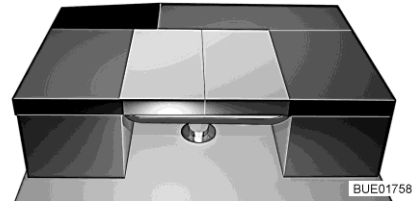

Fig. 162 Después de la transformación
- Colocar el cojín del respaldo del banco lateral en la mesa de modo longitudinal (véase Fig. 162).